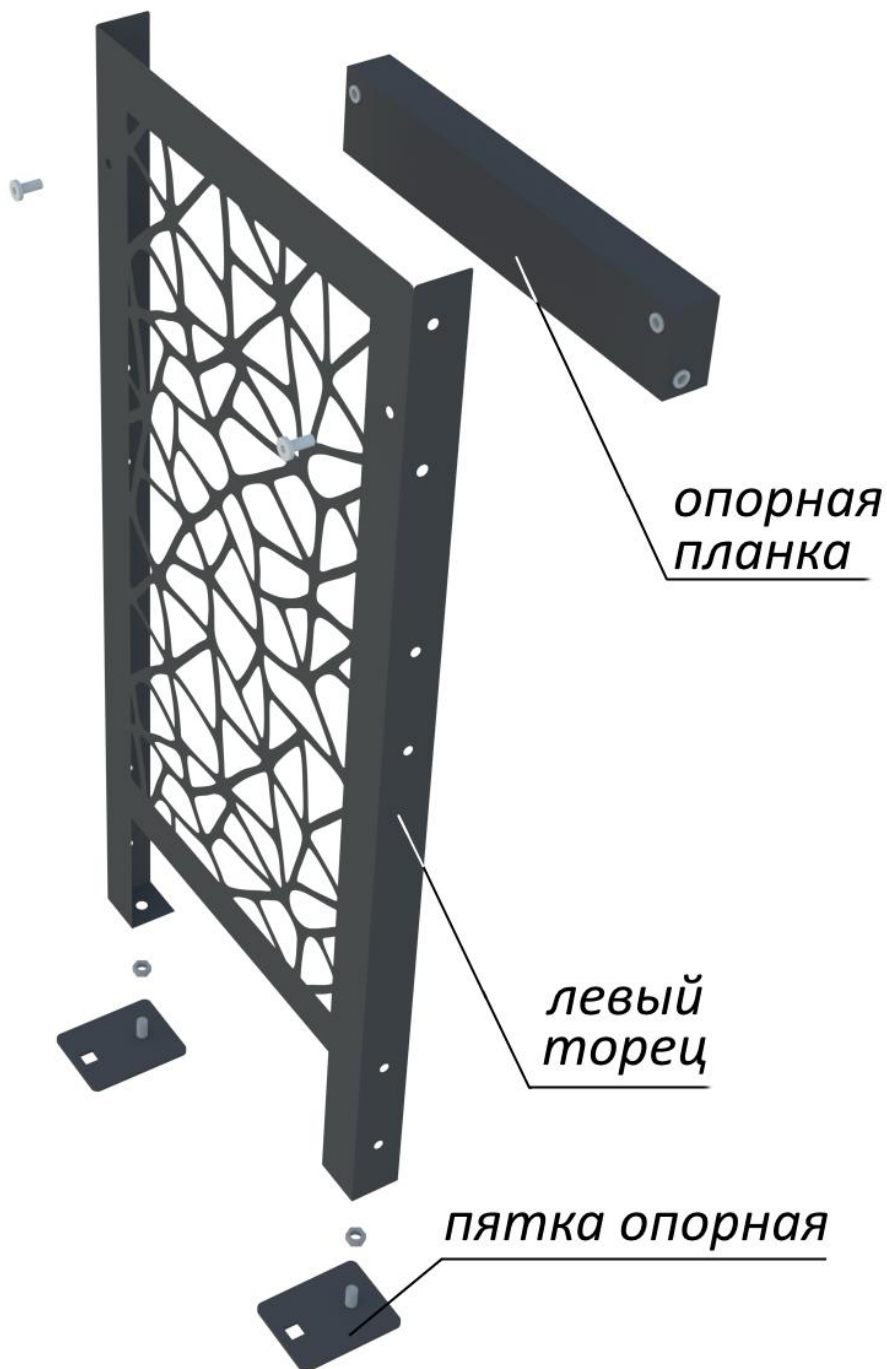

Рис. 1
- присоединить к металлической стойке (левый торец) опорную планку из поставляемого комплекта, совместив отверстия со стороны резного рисунка сверху и зафиксировать соединение болтами М6 (в комплекте), далее необходимо присоединить опорные пятки в нижней торцевой части стойки (левый торец), сопрягая установленный болт в пятке и ответное отверстие в нижней торцевой части стойки гайками М8 (см. рисунок 1)